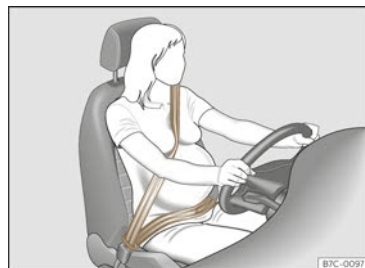

Abb. 26 Gurtbandverlauf bei schwangeren Frauen.
Bei **schwangeren Frauen** muss der Sicherheitsgurt gleichmäßig über die Brust und möglichst tief vor dem Becken verlaufen sowie flach anliegen, damit kein Druck auf den Unterleib ausgeübt wird – und das während der gesamten Schwangerschaft >>> (Abb. 26).
- Das Beckengurtteil des Sicherheitsgurtes muss bei Schwangeren möglichst tief vor dem Becken verlaufen und „um den runden Bauch herum“ flach anliegen >>> (Abb. 26).